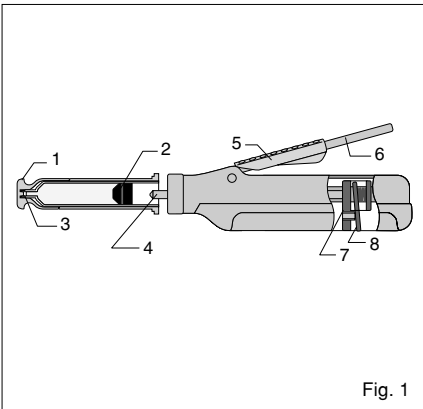

Fig. 1
4. piston 5. Grip rectangulaire 'long' 6. Levier 7. Bloc coulissant 8. taquet de libération (Fig. 1)
4. Pistone 5. Impugnatura lunga 6. Leva 7. Blocco di scorrimento 8. Leva di rilascio (Fig. 1)
8. Palanca de liberación (Fig. 1)